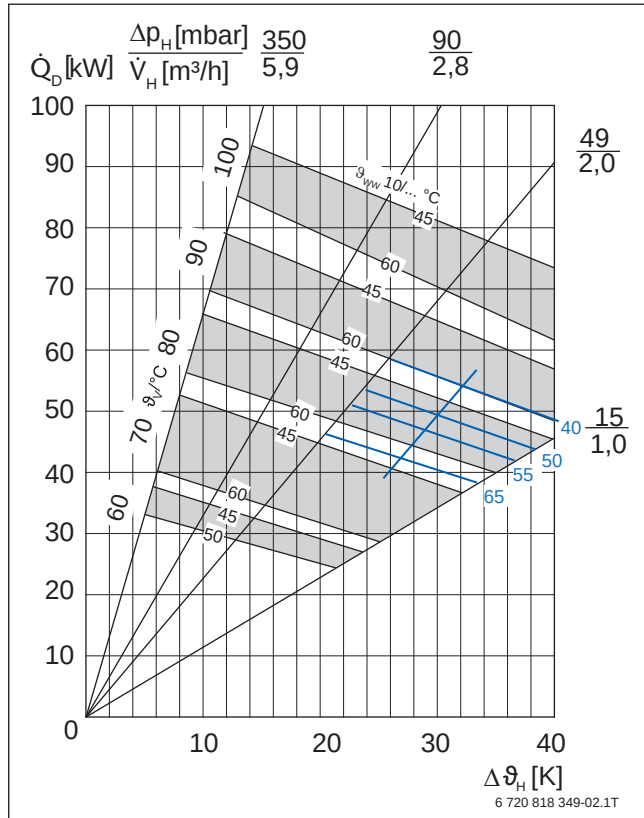

Bild 36 Dauerleistungsdiagramm für Logalux SU500.5 mit Hilfslinien für zusätzliche Warmwasser-Austrittstemperaturen; Beispiel blau hervorgehoben
- Warmwasser-Austritts-temperatur (→ Bild 36, Seite 53)
- Abstand zwischen 45 °C- und 60 °C-Kurve in 3 gleiche Abschnittsteilen (Beispiel → Bild 36, Punkte für 50 °C und 55 °C)
- Hilfslinie parallel zu den Begrenzungskurven des Feldes ziehen (→ Bild 36, 50 °C- und 55 °C-Kurve)
- Verschieben einer Hilfslinie außerhalb des Feldes im Abstand von 5 °C (→ Bild 36, 40 °C- und 65 °C-Kurve)
Für Warmwasser-Austrittstemperaturen von 40 °C ... 65 °C kann der Speicher über das Dauerleistungsdiagramm ausgelegt werden. In diesem Temperaturbereich lassen sich Warmwasser-Leistungsdaten für andere Austrittstemperaturen als 45 °C oder 65 °C über Extrapolation oder Interpolation ermitteln (→ Bild 36, Seite 53).